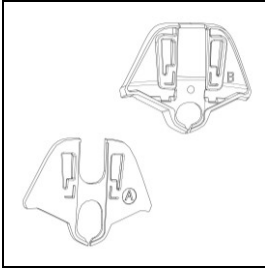

Fig. 1
- Seleccione el adaptador más adecuado para la forma de calota de su modelo de casco (Fig. 1).